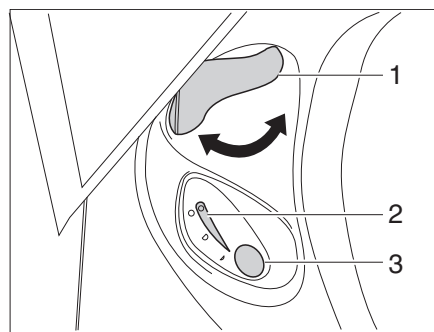

Fig. 153 Unité de commande des toilettes Thetford
- Avant d'actionner la chasse d'eau, ouvrir le curseur des toilettes Thetford. Tourner pour cela le levier du curseur (Fig. 153,1) dans le sens inverse des aiguilles d'une montre.
- Pour actionner la chasse d'eau, appuyer sur le bouton bleu (Fig. 153,3).
- Après avoir actionné la chasse d'eau, fermer le curseur. Tourner le levier du curseur (Fig. 153,1) dans le sens des aiguilles d'une montre.
Le voyant de contrôle (Fig. 153,2) s'allume lorsque la cassette Thetford doit être vidée.
- Tourner le levier du curseur (Fig. 153,1) dans le sens des aiguilles d'une montre. Le curseur se ferme. Pour la vidange il **faudrait** que le curseur des toilettes Thetford soit fermé.